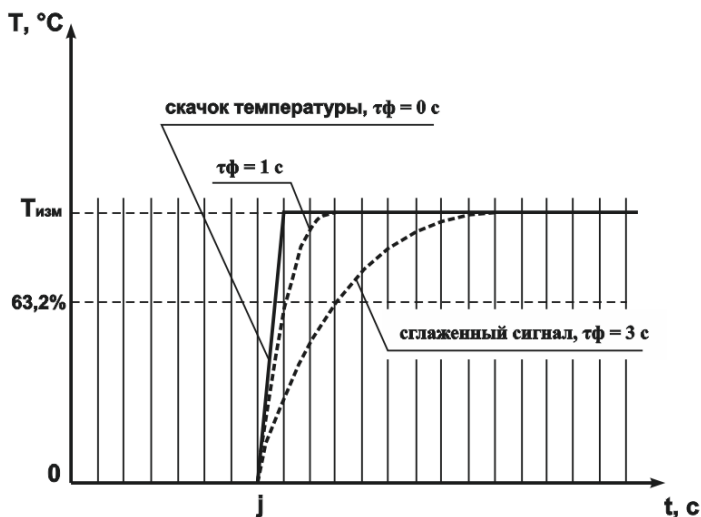

Рисунок 4
2.2.6.2 Цифровой фильтр устраняет шумовые составляющие сигнала, осуществляя его экспоненциальное сглаживание. Основной характеристикой экспоненциального фильтра является « $\tau_{\text{Ф}}$ » – постоянная времени цифрового фильтра, параметр $F_{\text{гт}}$ – интервал, в течение которого температура достигает **63,2 %** измеренного значения «Тизм» (рис. 4).